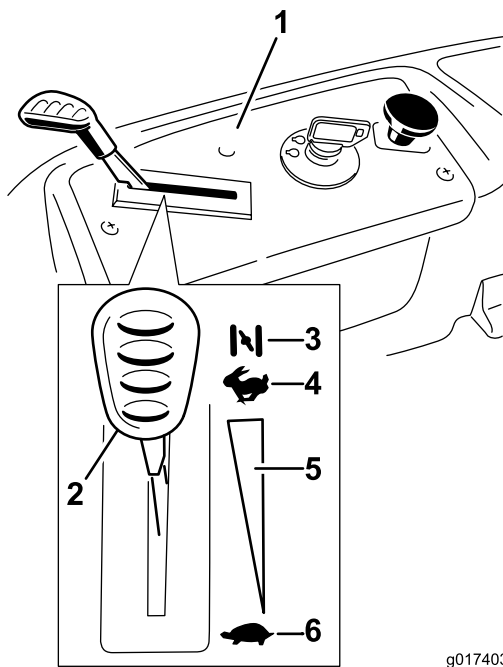

Figure 12
3. Placez la commande d'accélérateur en position Starter pour démarrer à froid (Figure 12).
5. Lorsque le moteur a démarré, amenez progressivement la commande d'accélérateur en position de Haut régime (Figure 12). Si le moteur cale ou hésite, ramenez la commande d'accélérateur en position Starter pendant quelques secondes. Répétez l'opération si nécessaire.
3. Tournez la clé de contact en position arrêt (Figure 12) et enlevez la clé du commutateur d'allumage.